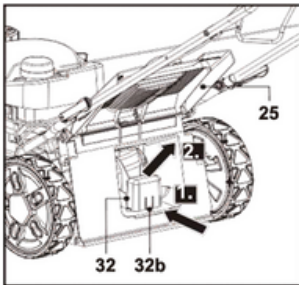

Abb. 17
2. Drücken Sie den Verriegelungsverschluss (32b) zusammen und lösen Sie ihn aus der Öffnung der Auswurföffnung (29a), danach entnehmen Sie den Mulchensatz (32) (Abb. 17).